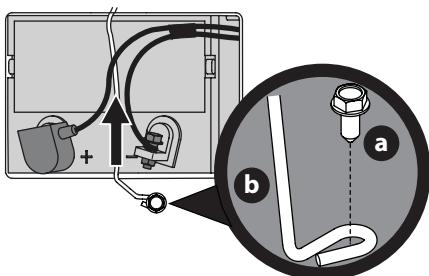

Figura 15
- Extraiga el tornillo de cabeza hexagonal con arandela (a) que sujeta la barra de sujeción de la batería al marco (b). Luego levante la barra de sujeción (b) de la batería para liberar la batería (Figura 15).